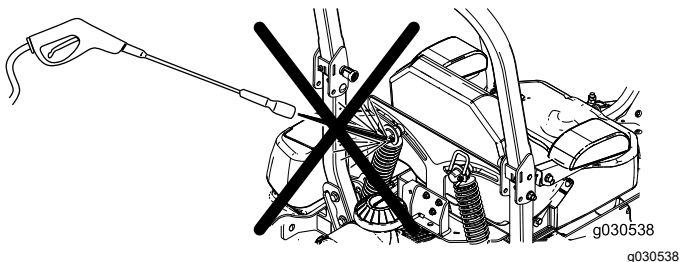

Figure 126
**Remarque:** Ne nettoyez pas les amortisseurs au jet d'eau sous pression (Figure 126).